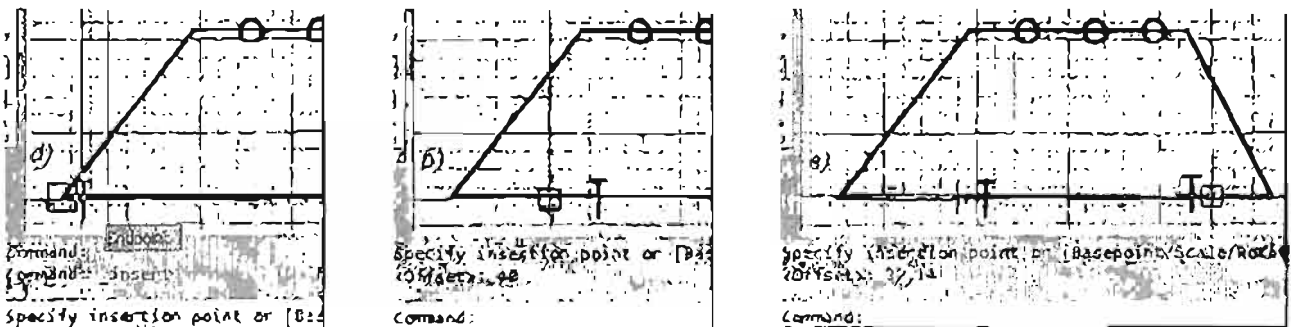

Рис. 10.17. Вставка блока с привязкой Snap From (Смещение)
Блок вставляется в чертеж или уже существующий в чертёж в поле **Draw** (рис. 10.17) можно выбрать в списке **Name** (Имя).
4. Включена постоянная привязка Endpoint. Щелкните кнопку  для включения объектной привязки Snap From. Убедитесь, что режим Dynamic Input (Динамический ввод)  отключен. Укажите базовую точку, например, левый нижний угол трапеции (рис. 10.17, а). Укажите направление в режиме ORTHO, сместив курсор вправо. Введите величину перемещения 40 мм. При введении перемещения произойдет вставка блока «А» (рис. 10.17, б).
Повторив команду Insert block (Вставка блока), вставьте блок «А» на 25,14 мм левее правой нижней вершины трапеции (рис. 10.17, в).
На рис. 10.17 системной переменной **GRIDSTYLE** присвоено значение 1 (вместо 0).